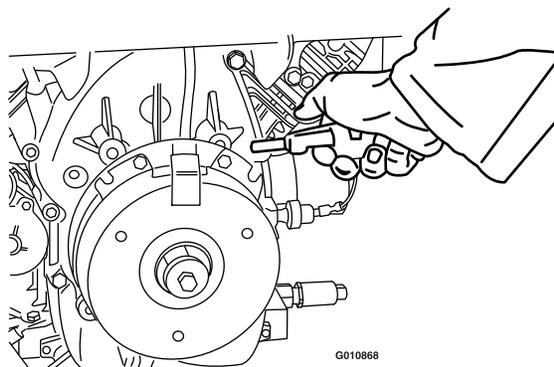

Рисунок 81
3. С помощью воздуходувки удалите мусор из-под тяги тормоза и вокруг проставок тормоза (Рисунок 81).